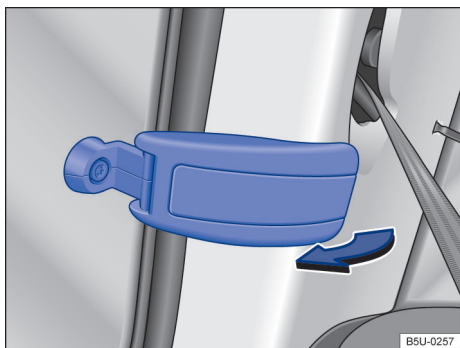

Fig. 60 Abrir o vidro basculante traseiro.
- Puxar a alavanca de travamento do vidro no sentido da seta → Fig. 60.